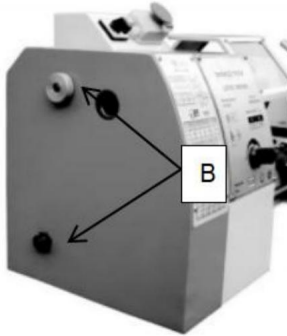

Abb. 15
1. Die beiden Befestigungsschrauben (B, Abb.15) lösen und die Schutzhülle.